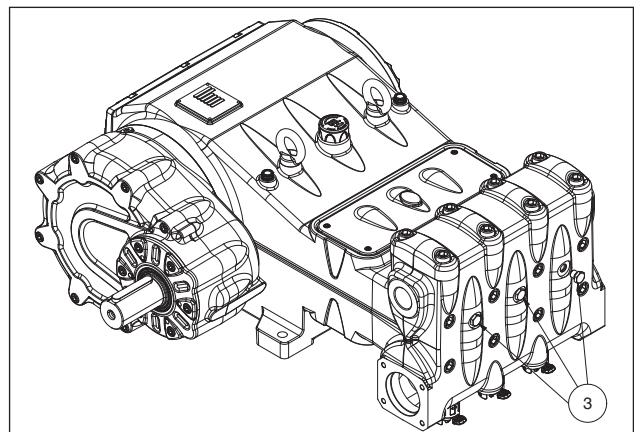

Fig. 11
**Qualora si verificassero problemi di adescamento a causa di una insufficiente alimentazione è possibile intervenire rimuovendo i tre tappi frontali alla testata (esclusa la versione MK240) come indicato in pos. ③ Fig. 11.**